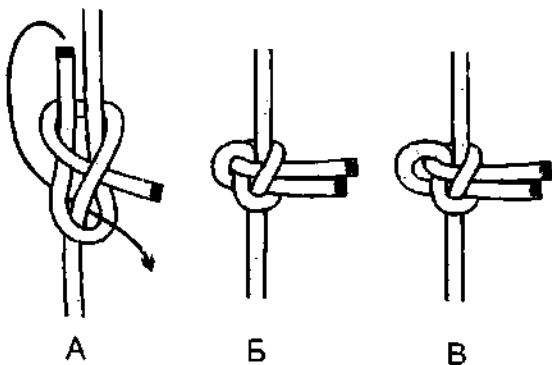

Рис. 913. А – завязывание **журавлинного узла**; Б – затянутый **журавлинный узел**; В – **журавлинный узел** с оставленной маленькой петелькой.
**Журавлинный узел** вяжется из **диагонального шкотового узла**. Узел великолепно держит на жёстких и гладких синтетических верёвках и хорошо переносит переменные нагрузки. **Журавлинный узел** сильно затягивается, поэтому в некоторых случаях, после пропуска в узел ходового конца следует оставлять маленькую петельку, с помощью которой узел потом легче будет развязать (рис. 913 В).